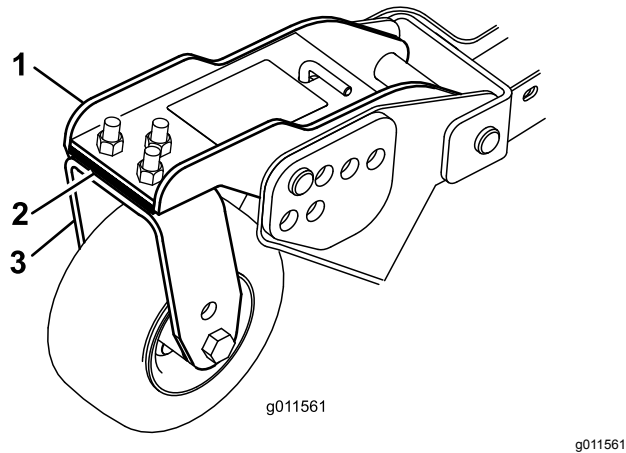

Figure 27
3. Ajoutez ou retirez des cales de 3 mm sur le(s) bras pivotant(s) avant pour que la hauteur de coupe corresponde à celle indiquée sur l'autocollant (Figure 27).
7. Si le bord intérieur du plateau de coupe latéral est trop élevé par rapport au bord extérieur du plateau de coupe avant, retirez une cale de 3 mm au bas du bras pivotant intérieur avant du plateau latéral (Figure 27).